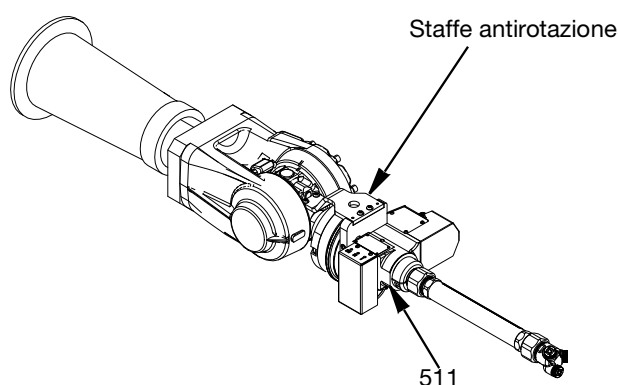

FIG. 3
Dopo aver montato la pistola Switch 3D in acciaio inossidabile sul robot, le staffe antirotazione devono essere fissate all'alloggiamento girevole (511) e al punto di fissaggio sul robot utilizzando le viti a testa esagonale. Il raccordo esatto da utilizzare per le staffe antirotazione dipende dal robot e dal kit utilizzato. Vedere la FIG. 3 per un esempio di installazione e pagina 31 per i riferimenti dei componenti della camera girevole.